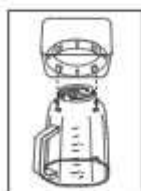

Fig. 15
- a. Para los modelos con vaso de vidrio Boroclass®, invierta el vaso de manera que la abertura pequeña quede hacia arriba y coloque el collar en la abertura pequeña/inferior del vaso, asegurándose de que las muescas del collar encajen en las cuatro lengüetas del vaso (Fig. 15).